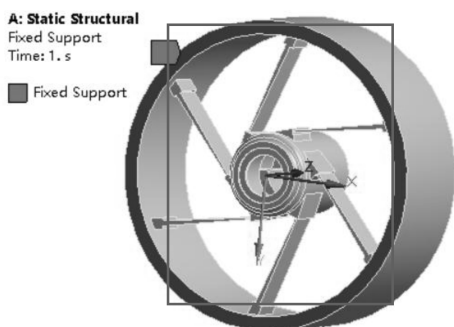
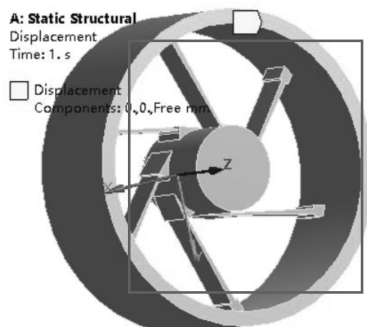

图 4-23 施加固定约束
图 4-24 施加位移约束
(4) 施加约束: 机座外缸两端面分别施加固定约束与位移约束, 单击选择面图标, 选择机座前端面, 然后在环境工具栏中单击【Supports】→【Fixed Support】, 如图 4-23 所示; 接着选择机座后端面, 在环境工具栏中单击【Supports】→【Displacement】→【Details of “Displacement”】→【Definition】, 【X Component】= 0, 【Y Component】= 0, 【Z Component】= Free, 如图 4-24 所示。